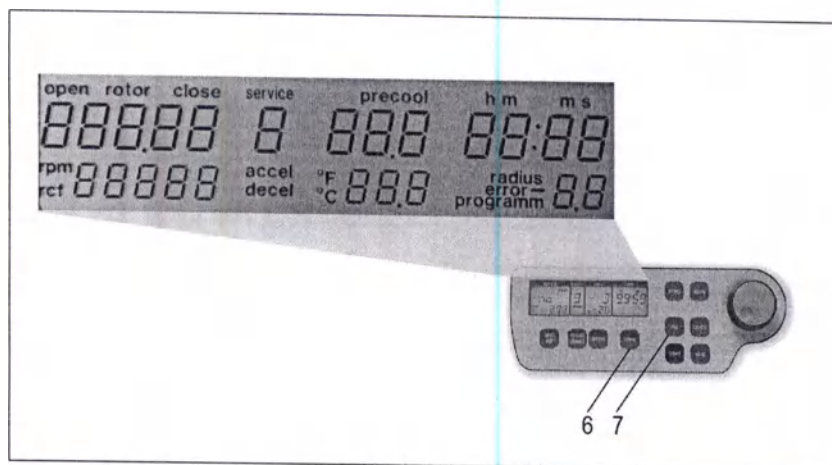

Рисунок 2
Если центрифуга выключена, одновременно нажмите кнопки «time» [время] (6) и «lid» [крышка] (7) и включите переключатель на центрифуге. Отпустите обе кнопки. В результате проводится проверка функций дисплея примерно в течение 5 секунд. Одновременно появятся все возможные индикаторы (см. рисунок 2).